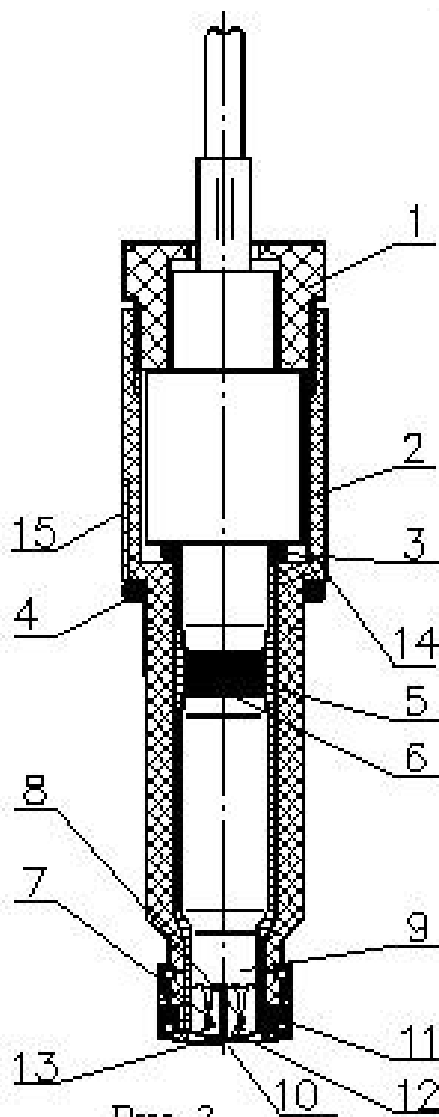

Рис. 3.
12.1. Сборка (см. рис. 3).
12.1.2. Отвинтить гайку 1 (см. рис. 3) и вынуть электролитическую ячейку.
12.2.1. Проверить наличие кольца 4 (см. рис. 3) на корпусе 2 амперометрического сенсора.
12.4.2. Вылить раствор электролита из корпуса 2 (см. рис. 3), промыть дистиллированной водой и тщательно просушить корпус.